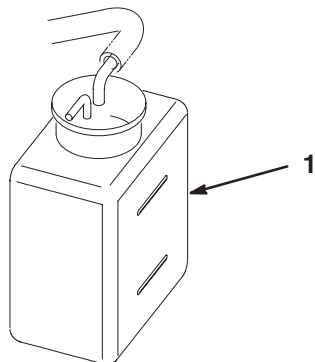

Figure 26
2. Vérifiez le niveau du liquide de refroidissement (Fig. 26). Il doit se situer entre les deux traits du vase d'expansion quand le moteur est froid.